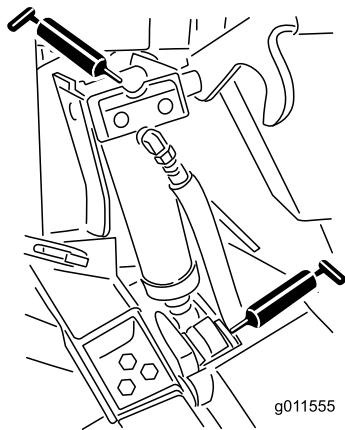

Figura 45
- Quatro casquilhos do cilindro de elevação (Figura 45)